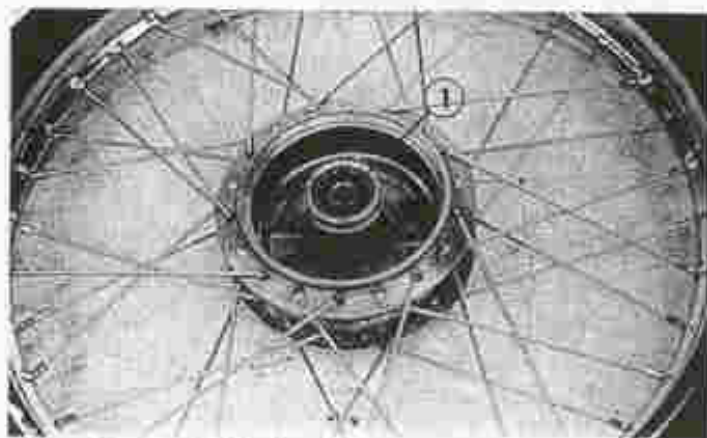

Fig. 72. ① 6300R kogellager
- 2) Smeer de kogellagers en het inwendige van de naaf in met vet en monteer ze in de naaf. Denk om de afstandbus. Monteer de olie-keerringen. (Fig. 72)